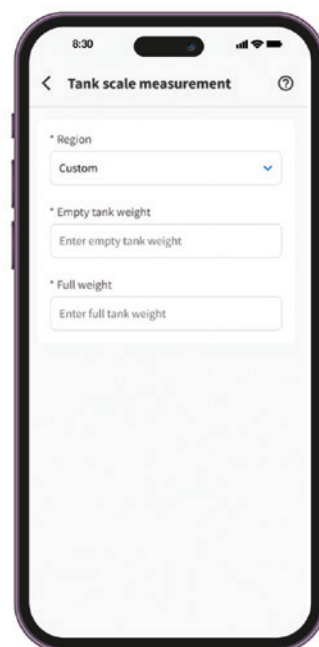

Fig. 13
- » **Bouteille personnalisée (optionnel)** : Saisissez le poids d'une bouteille vide et pleine pour un suivi précis (**Fig. 13**).